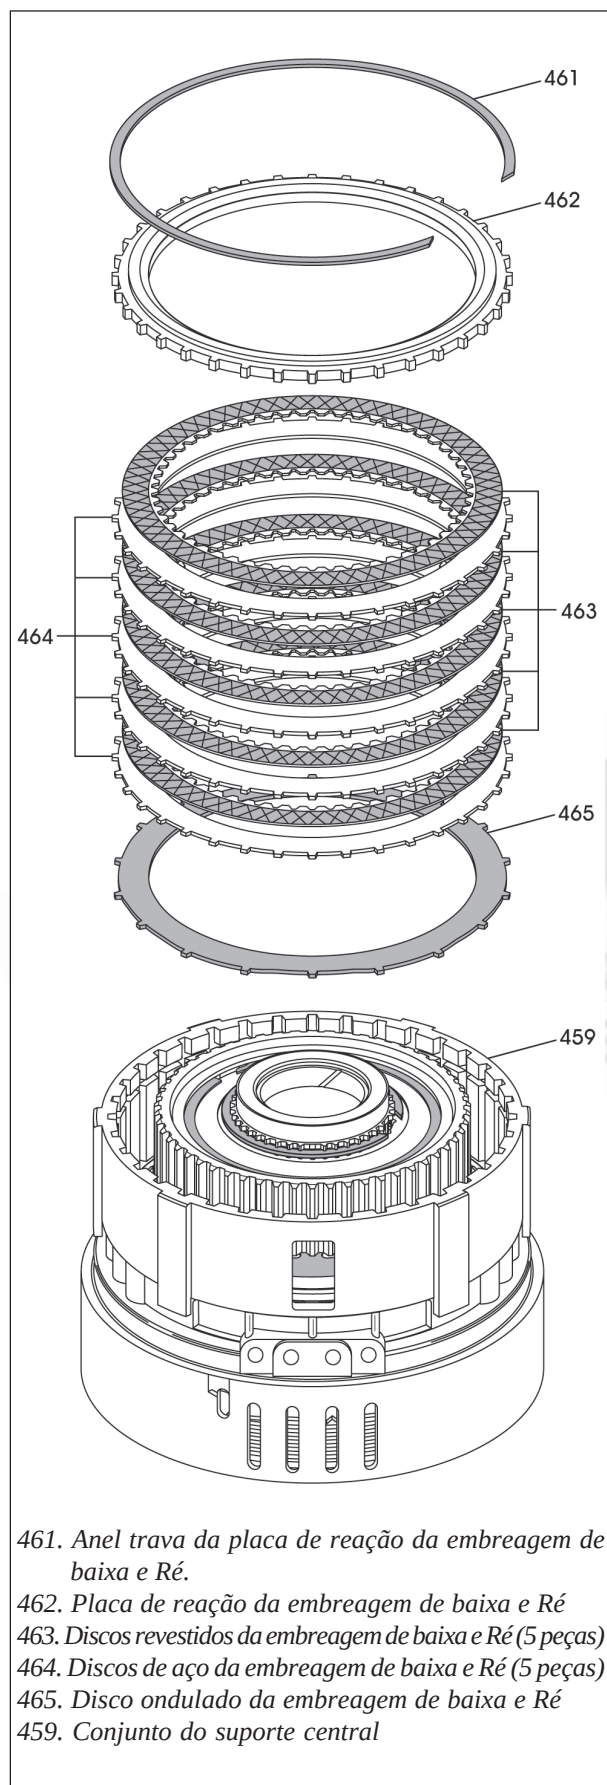

Figura 116
23. Instale o disco ondulado da embreagem de baixa e Ré, conforme mostra a figura 116.
24. Instale os discos da embreagem de baixa e Ré começando com um disco de aço e alternando com um disco revestido até instalar cinco de cada, conforme mostra a figura 116.
25. Instale a placa de reação da embreagem de baixa e Ré, conforme mostra a figura 116.
26. Instale o anel trava da placa de reação da embreagem de baixa e Ré, conforme mostra a figura 116.